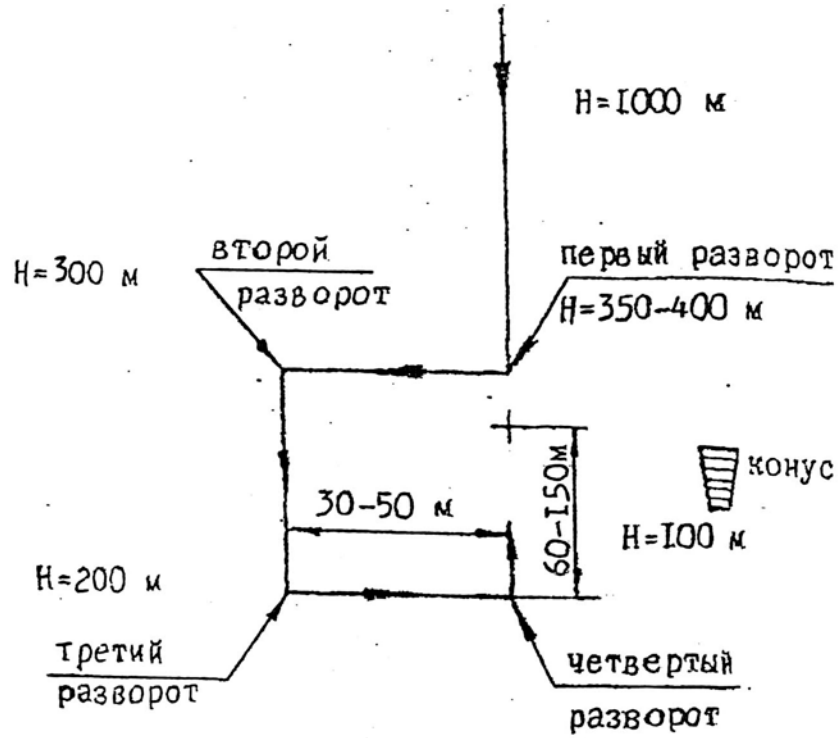

Рис. 11. Схема расчета прыжка при ветре до 2 м/с.
- при ветре до 2м/с выбранную точку нужно проходить на удалении 30...50м от цели, третий и четвертый развороты выполняются при удалении от цели на 60...150м на высоте 100м (рис. 11);